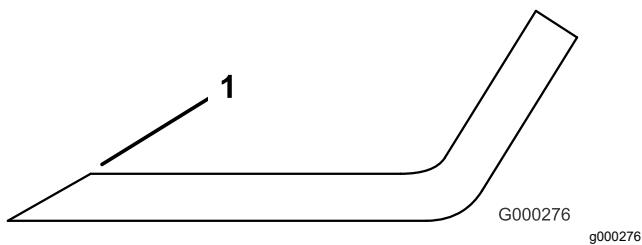

Figure 92
3. Examinez les tranchants de toutes les lames et aiguissez-les s'ils sont émoussés ou ébréchés (Figure 92).
**Remarque:** N'aiguisez que le haut du tranchant et conservez l'angle de coupe d'origine pour obtenir une coupe nette (Figure 92). Limez la même quantité de métal sur chacun des deux tranchants pour ne pas déséquilibrer la lame.